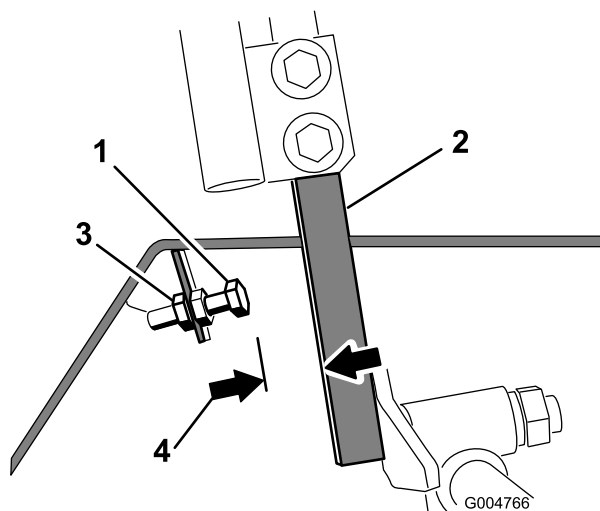

Figura 76
4. Afloje la contratuercas del perno de tope de una de las palancas de control (Figura 76).